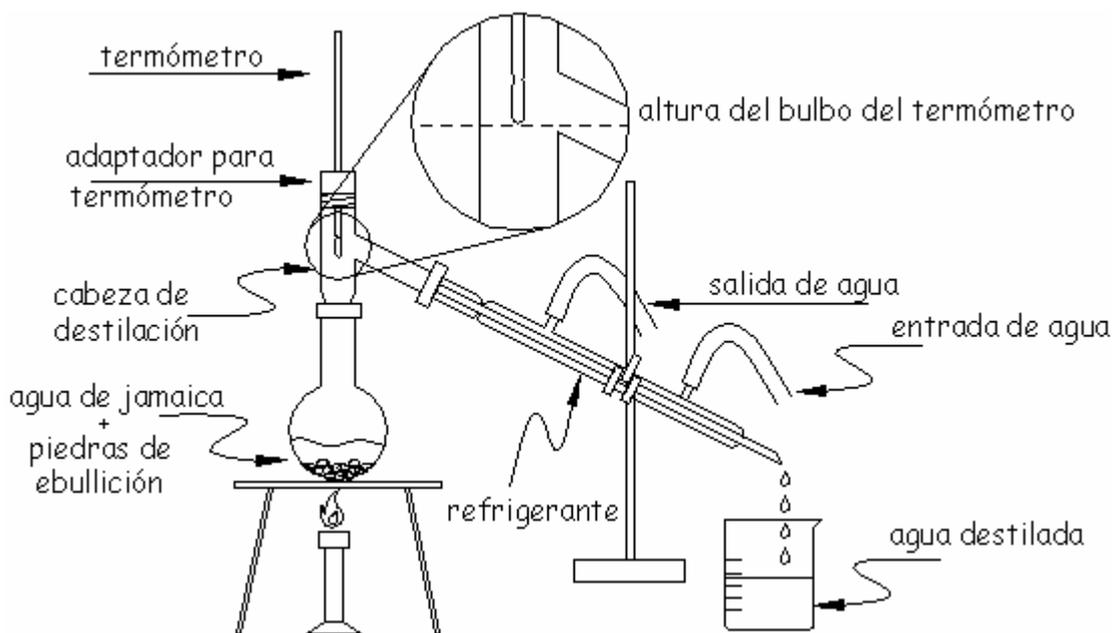

Figura 1
2. Lubrica las juntas esmeriladas con un poco de vaselina, y arma el aparato como se muestra en la Figura 1.
3. Conecta las mangueras del refrigerante con el agua del grifo, entrando por la parte de abajo y saliendo por la de arriba (como se indica en la Figura 1), y haz correr el agua con un flujo ligero.